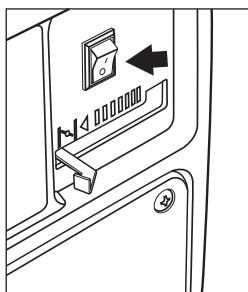

рис. 10
В аварийной ситуации для остановки двигателя генератора переведите выключатель зажигания в положение «Выкл» (рис. 10).
4. Установите выключатель в положение «Выкл» (рис. 10).
1. Отключите генератор согласно руководству по эксплуатации (рис. 10).